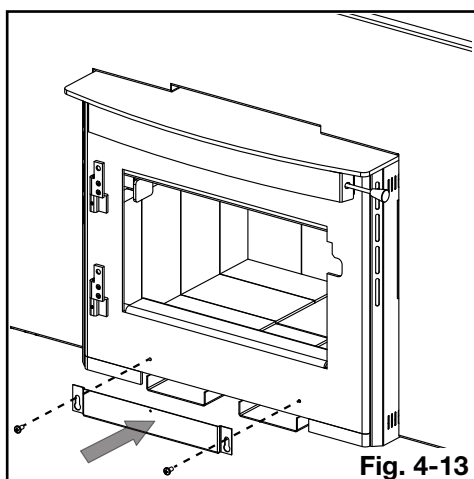

**Fig. 4-11**
- Retirez les deux vis servant à fixer le couvercle à l'assemblage de la soufflerie (**Fig. 4-11**). Mettez de côté les vis et le couvercle.